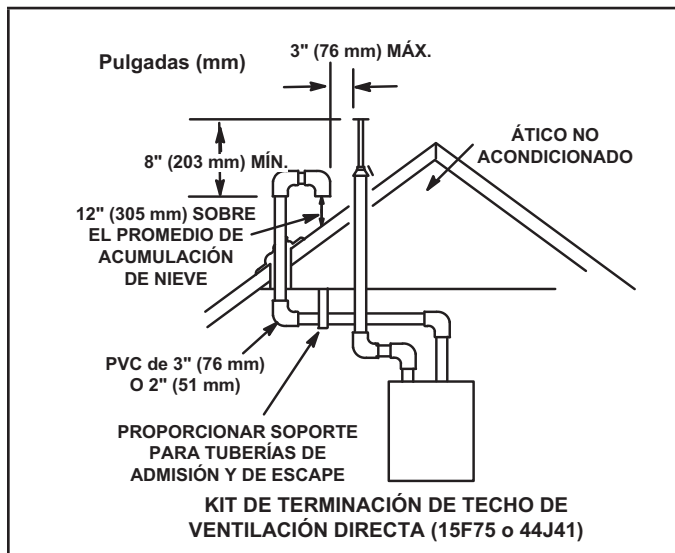

FIGURA 24
- 3 - En las terminaciones del techo, la tubería de admisión debe terminar en línea recta hacia abajo usando dos codos de 90° (consulte la figura 24).